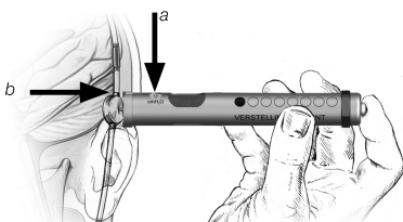

Fig. 11: Așezarea *Adjustment Tool*
*Adjustment Tool* se aşază central pe valvă. Marcajul (a), respectiv fereastra de citire, trebuie să indice spre cateterul proximal (cel ce duce către ventricul) (b) (fig. 11).